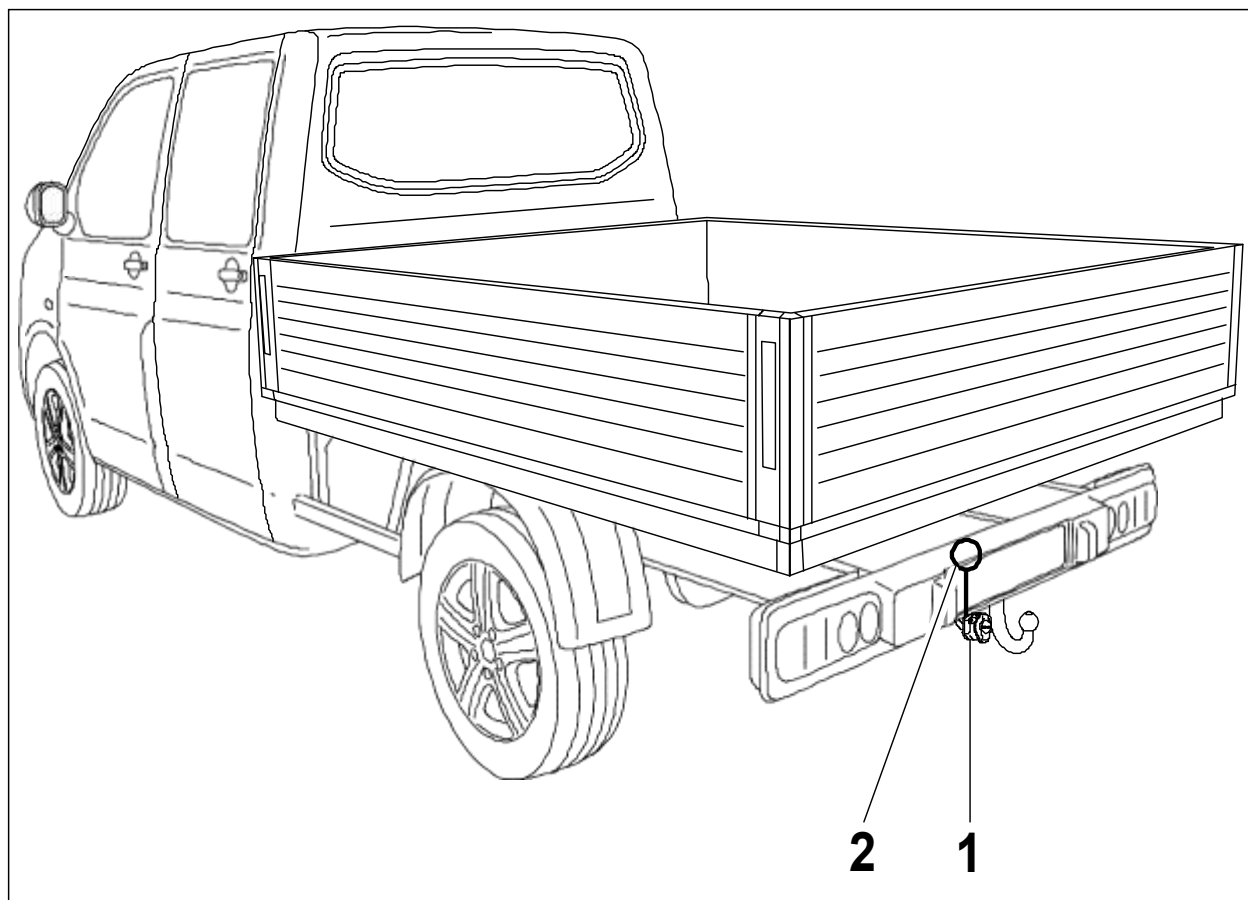

Fig. 1: Vista general del montaje
2. Desde la conexión de enchufe de 2 y 14 polos del vehículo (ya no es necesario) e introducir y encajar el conector de 2- y 14 polos (fig. 1/2) del juego de líneas de la caja de enchufe.
3. Pasar la carcasa del microconmutador y el inserto de contacto por el agujero del tubo transversal al soporte de la caja de enchufe (fig. 1/1).
6. Atornillar la caja de enchufe al tubo transversal o al soporte de la caja de enchufe (fig. 1/1), con los tornillos suministrados en la caja de enchufe, par de fuerzas: máx. 2,0 Nm.